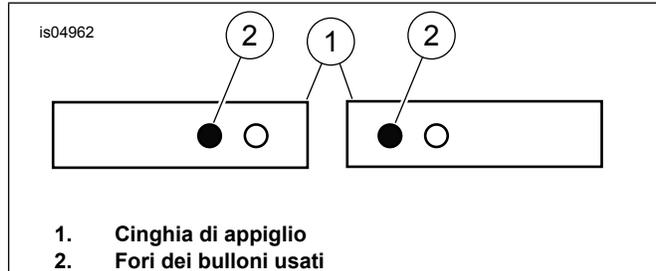

Figura 3. Configurazione della cinghia di appiglio
Vedere Figura 3. Quando si installa la cinghia di appiglio (1), accertarsi che la vite a testa cilindrica (3) passi attraverso i fori della cinghia (2) come mostrato.